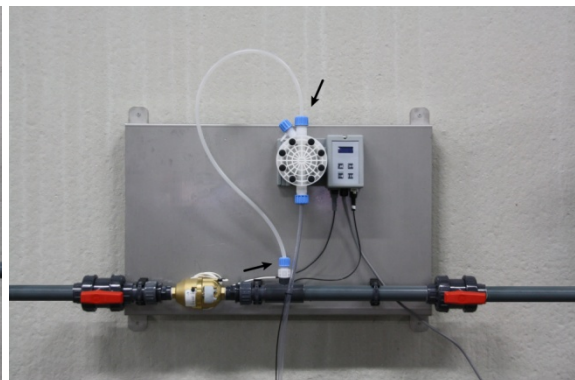

Imagen 6: Conectar tubo flexible presión
- Conectar del mismo modo el tubo flexible de presión con la parte superior del cabezal de la bomba y con el inyector (imagen 6).